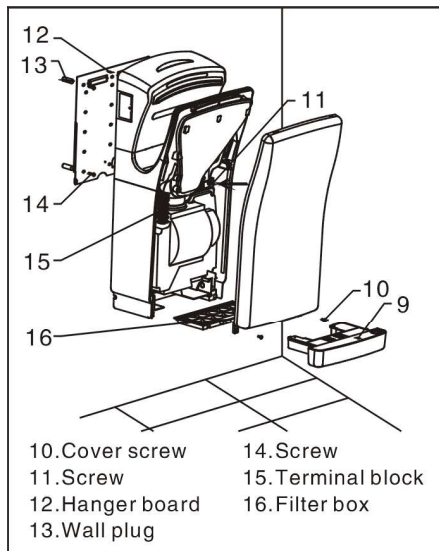

Fig.2
3. Retirez et conservez le plateau, les 2 vis du couvercle et le couvercle (voir fig.2).